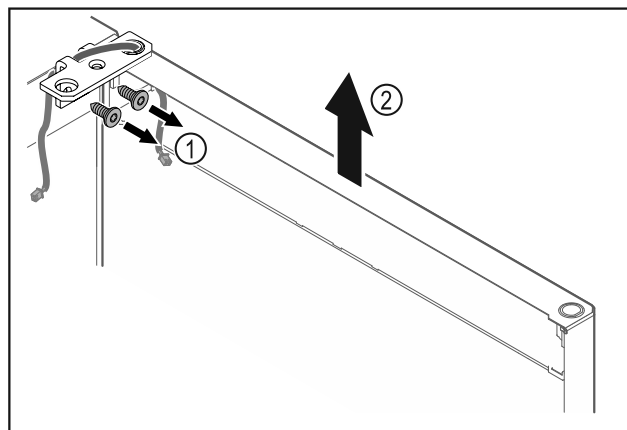

Fig. 16
- Skru av hengselvinkelen Fig. 16 (1).
- Løft døren og hengselvinkelen Fig. 16 (2) ca. 200 mm rett opp, og ta den av.